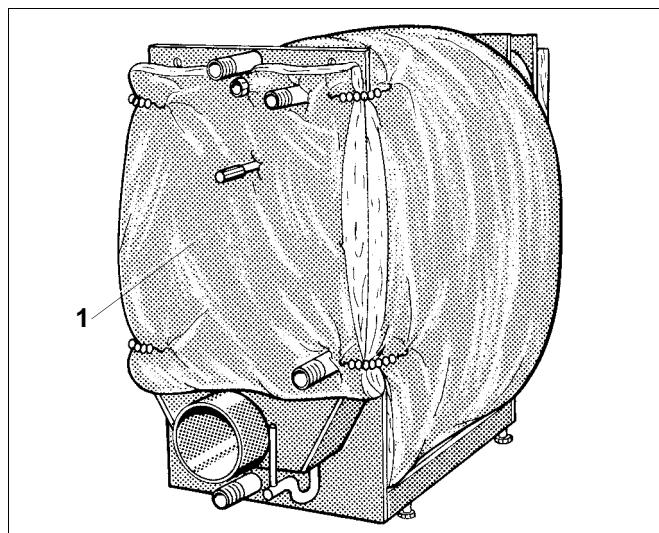

Рис. 6 Крепление теплоизоляции задней стенки
- Уложите теплоизоляцию (рис. 6, поз. 1), на заднюю стенку учитывая вырезы на ней, и закрепите справа и слева 2 стяжными пружинами к теплоизоляции корпуса (рис. 6).